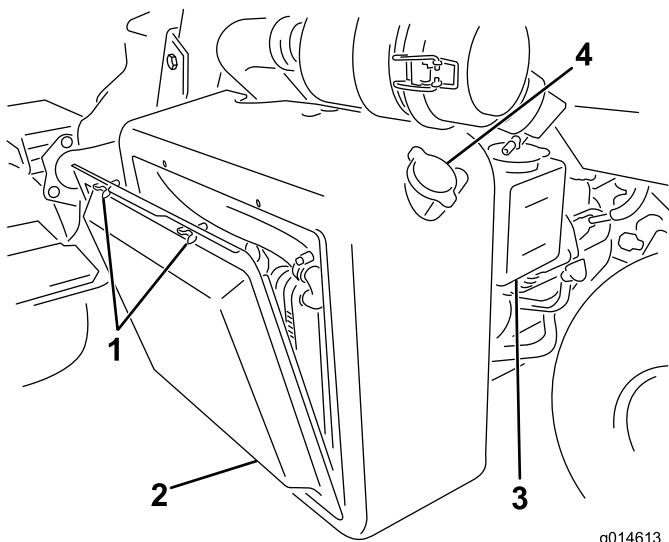
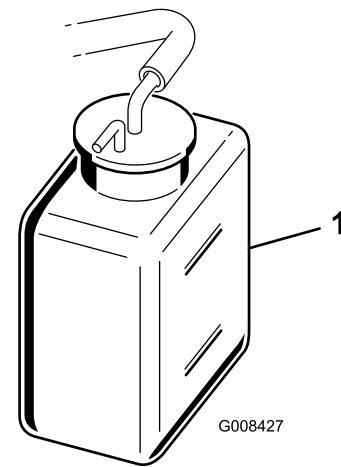

Bild 41
Bild 42
1. Entfernen Sie das Gitter (**Bild 41**).
2. Prüfen Sie den Kühlmittelstand (Bild 41 und Bild 42).